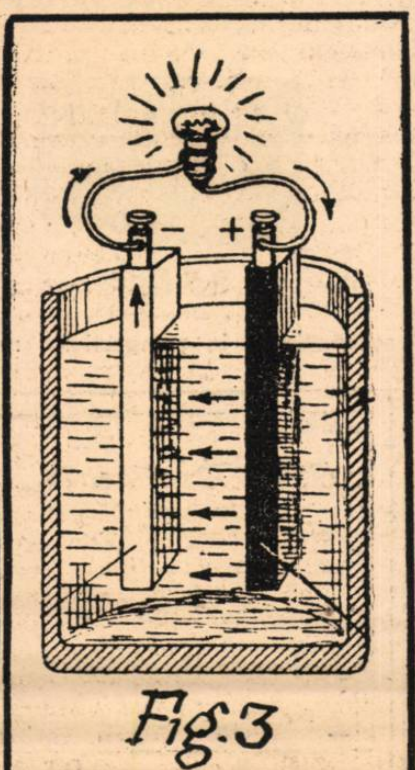

Fig. 3
Fig. 3 arată un element galvanic, compus dintr-o placă de aramă (polul pozitiv) și o placă de zinc (polul negativ), introduse într-o soluție de acid sulfuric. Prin acțiunea electrochimică a acidului, se produce o dislocare a electronilor, cari se acumulează în plăcile elementului. O placă, având un număr mai mare de electroni ca cealaltă, se naște o diferență de potențial electric între plăcile elementului. Punând un fir metalic între contactele plăcilor, obținem un curent de descărcare.
Cazul înfățișat până aci, nu se întâlnește nici odată în practică; aci lucrurile se petrec altfel. O diagramă mai apropiată de realitate este aceea din fig. 3: buclele negative B₄, B₅ nu sunt complet absorbite. Există un sens în care curentul trece nestingherit — sensul pozitiv, de pildă. În sensul opus însă încă mai trece curent — mult mai puțin decât în sensul pozitiv — dar, oricum, mai trece. În aceste condiții, rezultatul real al filtrării, se vede în fig. (c). Buclele pozitive — dacă ar trece singure — ar da curentul I figurat punctat — curent pe care l-am întâlnit în exemplul precedent. Cum însă prin celula redresoare mai trece puțin și din buclele negative — acestea furnizează un curent foarte mic i.
R.S. Fig. 3